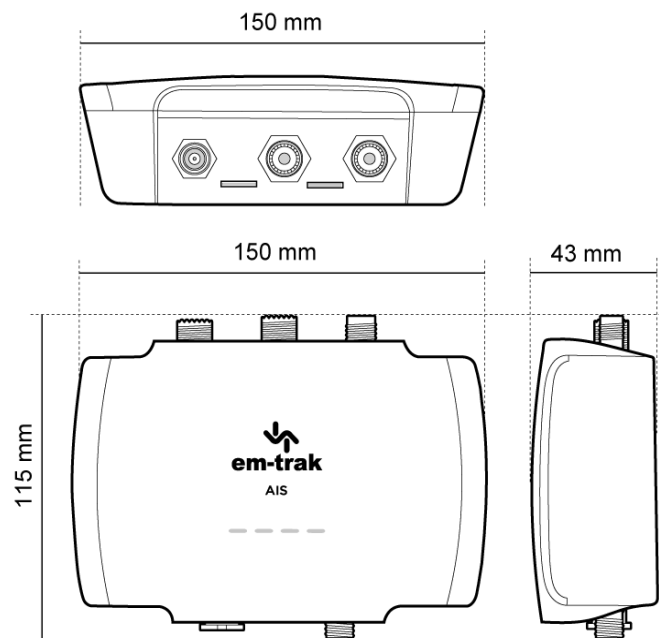

Figure 11 AIS transceiver Abmessungen
- Für das Verlegen der Kabel sollte um den Transceiver herum ausreichend Platz vorhanden sein. Weitere Informationen zu den Abmessungen des Transceivers finden Figure 11